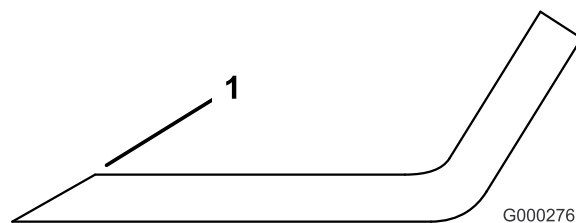

Figure 88
3. Examinez les tranchants de toutes les lames et aiguisiez-les s'ils sont émoussés ou ébréchés (Figure 88).
Remarque: N'aiguissez que le haut du tranchant et conservez l'angle de coupe d'origine pour obtenir une coupe nette (Figure 88). Limez la même quantité de métal sur chacun des deux tranchants pour ne pas déséquilibrer la lame.